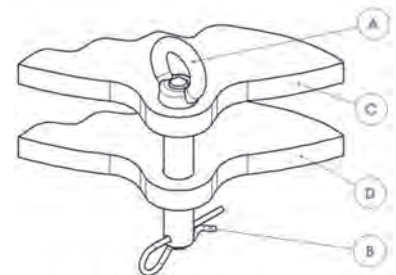

Рис. 12
- Зафиксируйте с помощью шплинта (B) (Рис. 12).